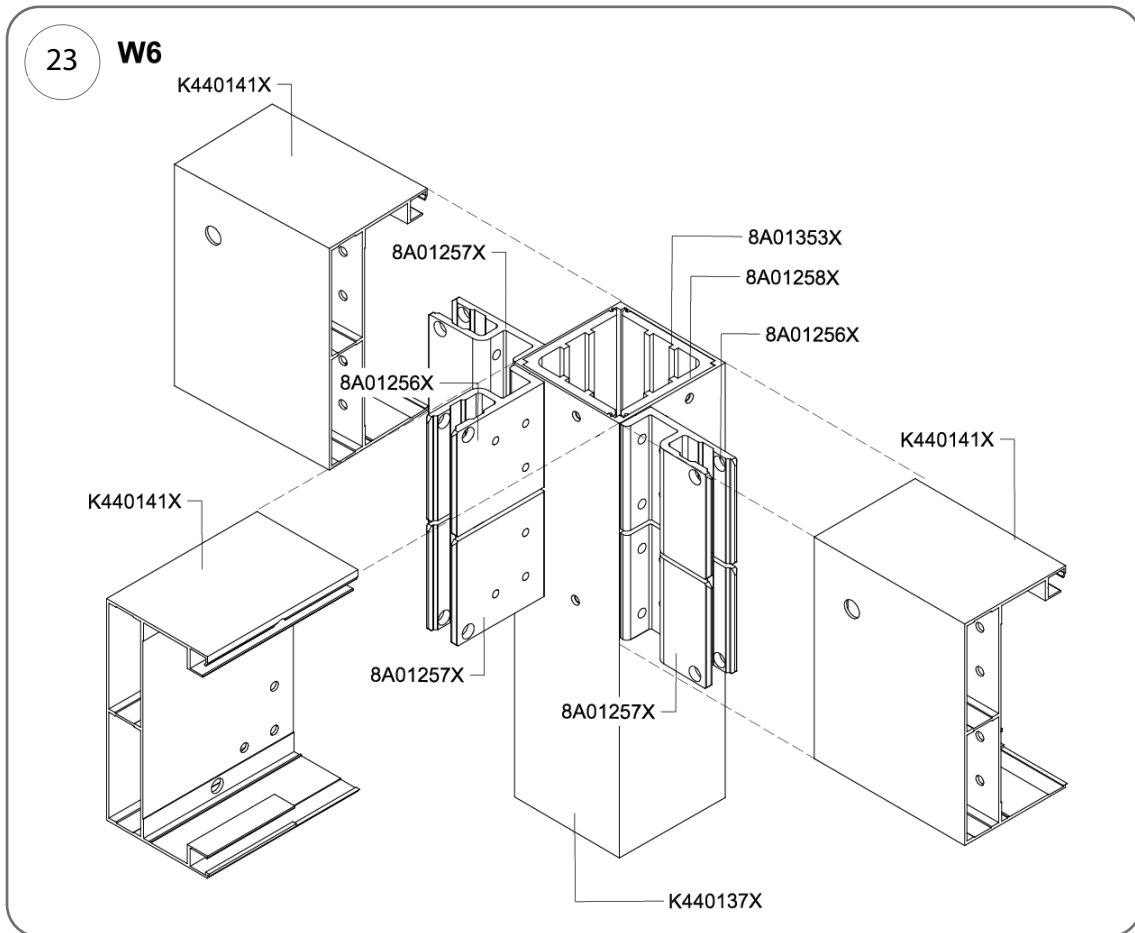

Fig. 23
6. Faites passer les boulons de passage réf. 80371262 (M8 x 90 mm) a travers les trous des goupilles 8A01260X et vissez-les dans les parois des connecteurs de poteaux réf. 8A01258X (a gauche) ou 8A01259X (a droite) dans les nouds W2 et W4, ou dans les connecteurs réf. n° 8A01353X et 8A01258X dans le cas du noud W6 (Fig. 23) avec une panne intermédiaire, pergola longitudinale a double travée.